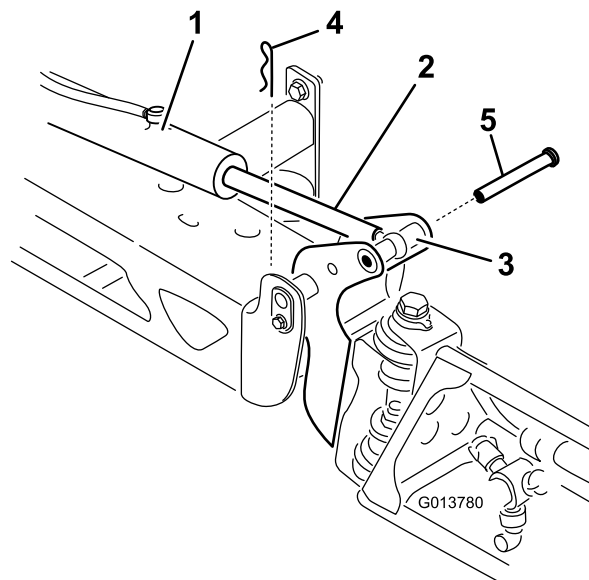

Рисунок 63
3. Поднимите стрелу, извлеките штифт (Рисунок 63) и медленно опустите стрелу на землю.
2. Извлеките шплинт из оси поворота (Рисунок 63).
9. Удерживая стрелу, проденьте штифт сквозь ось поворота стрелы и шток привода (Рисунок 63).